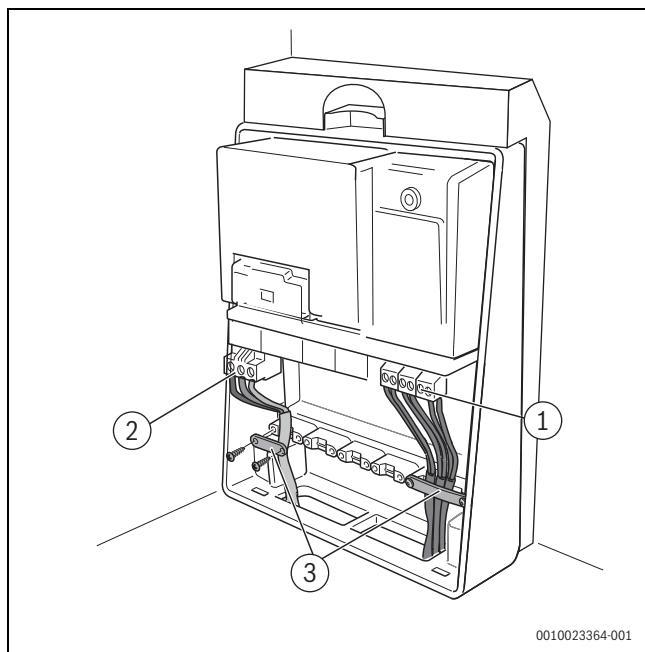

Fig. 48 Monter le collier de câble
- Utiliser pour le second module le raccord du câble secteur 230 V_{CA} du premier module. Pour cela, utiliser le câble joint au module (→ fig. 48, [4], page).